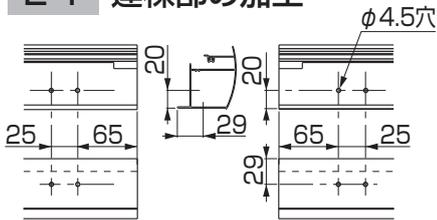
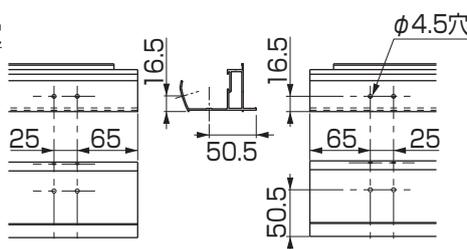

図2-1 前枠の加工
図2-2 後枠(落雪用)の加工
①後枠(落雪用)・前枠・母屋の連棟側を穴加工してください。(図2-1、図2-2、図2-3参照)